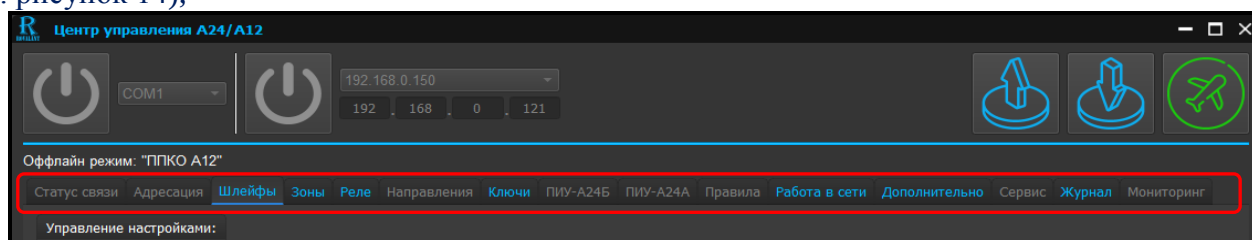

Рис. 14. Скриншот программного окна «Центр управления A24/A12» с доступными для редактирования страницами
- при выборе режима программирования для ППКО в программном окне станут доступными для редактирования следующие страницы: «Шлейфы», «Зоны», «Реле», «Ключи», «Работа в сети», «Дополнительно», «Журнал» (надписи должны быть выделены синим цветом) (см. рисунок 14);